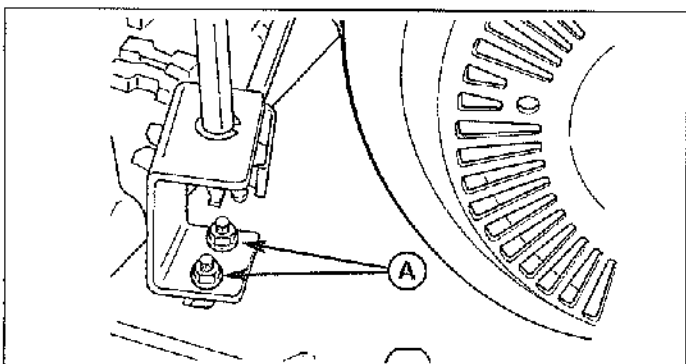

Figure 18. Réglage du support d'engrenage
1. Desserrer les écrous de fixation du support d'engrenage (Figure 18).